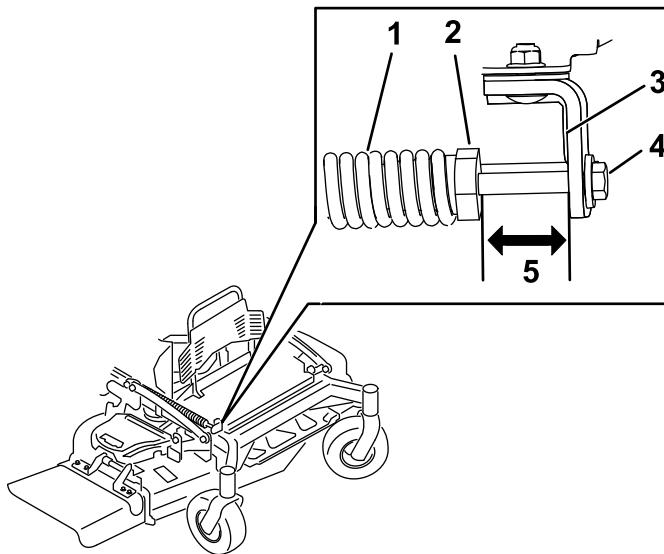

Figura 86
- Compruebe la distancia entre la tuerca del muelle y el lado trasero del soporte de montaje soldado (Figura 86).
- Asegúrese de que la longitud es de 47 mm – 50 mm (1.8" – 2"), como se muestra en la Figura 86.
- Si es necesario, ajuste la distancia ajustando el perno situado en la parte delantera del soporte de montaje (Figura 86).